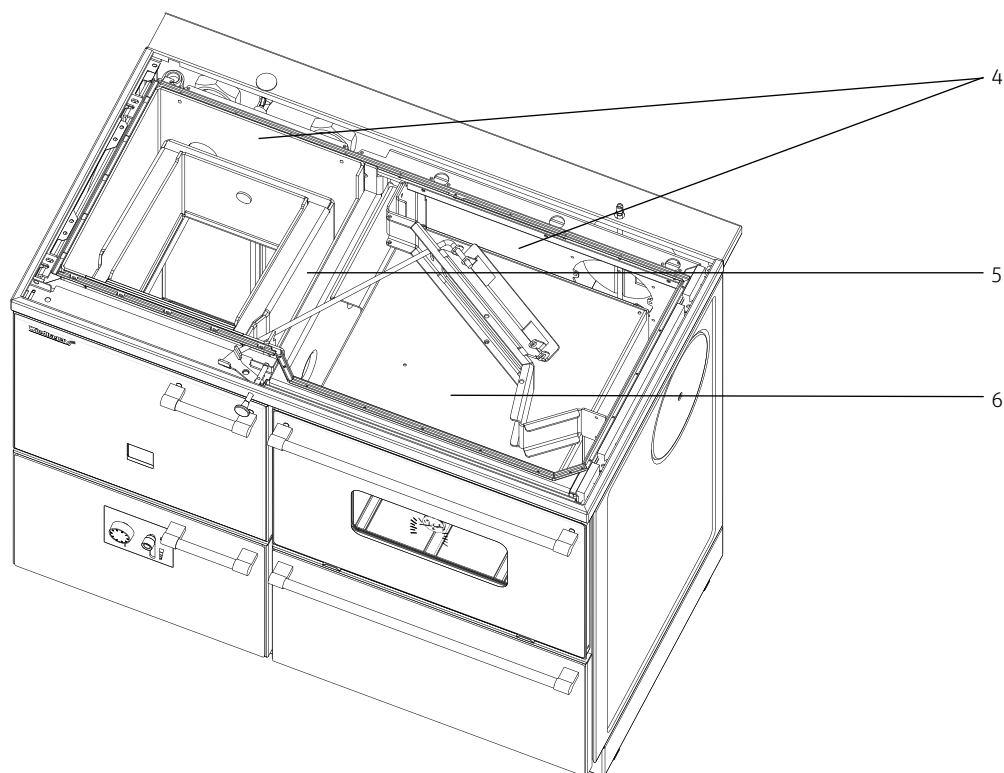

Fig. 14 Abgaszüge, Kesselwände und Backrohr reinigen – Ansicht von oben, ohne Isolierdeckel und Stahl-Herdplatte bzw. Cerankochfeld
- c) Kesselwände und Abgaszüge mit Rußkratze und Reinigungsbürste abscheren. Abgekratzten Ruß am besten mit einem Staubsauger aussaugen oder mit der Rußkratze nach oben entfernen – Fig. 14.
- d) Backrohr und Abgaszüge um das Backrohr abkehren und mit einem Staubsauger aussaugen oder in Richtung Putzöffnung kehren – Fig. 14.